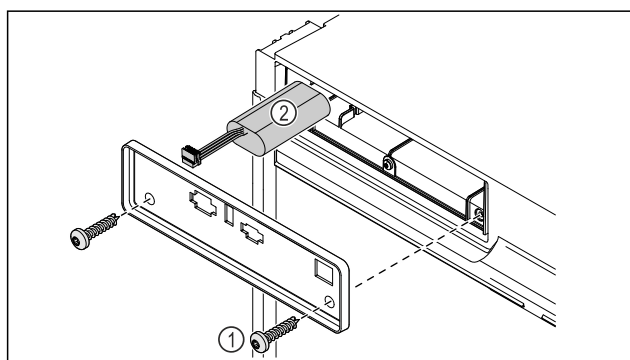

Fig. 189
- ▶ Развийте винтовете и свалете капака на гърба на уреда Fig. 189 (1).
- ▶ Изключете и извадете батерията Fig. 189 (2).